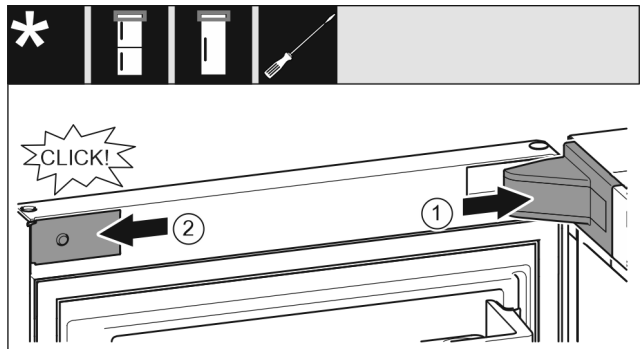

Fig. 63
- Lagerbockabdeckung Fig. 63 (1) aufsetzen und einrasten, ggf. vorsichtig auseinanderdrücken.
- Blende Fig. 63 (2) seitlich ansetzen und einrasten.